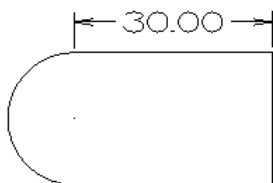

图 4.1.16 两边尺寸线
- ☒ **两者** 单选项：用于设置显示标注文字两边的尺寸线，如图 4.1.16 所示。